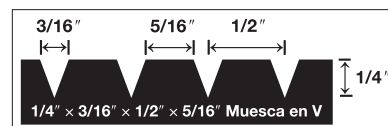

Figura 2
- Liana de 1/4" x 1/2" x 3/16" (6 mm x 13 mm x 8 mm) (Figura 2)
- Esparza cantidades suficientes del adhesivo recomendado con la llana recomendada (Figura 2) en un área que se pueda cubrir en 30–60 minutos (ver la información del adhesivo).